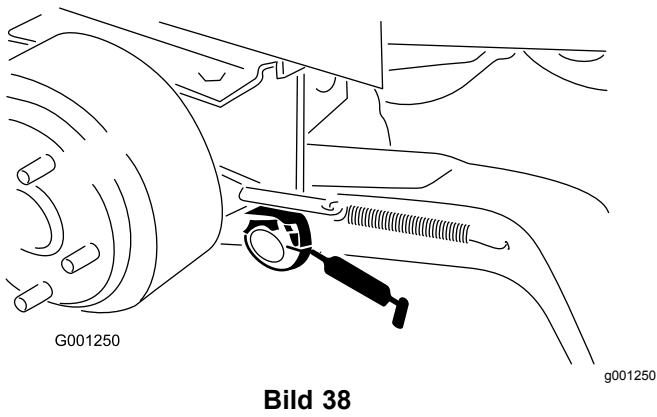

Bild 38
- Drehbüchsen des Hubarms (Bild 38)